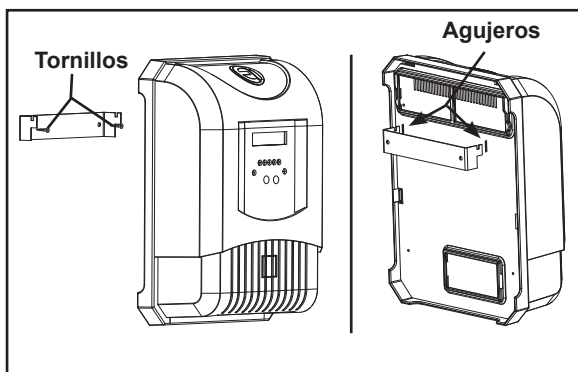

Figura 5. Asegurando la fuente de Energía
3. Coloque el suministro de energía en lugar alineándolo con el soporte con los correspondientes agujeros (véase la Figura 5).